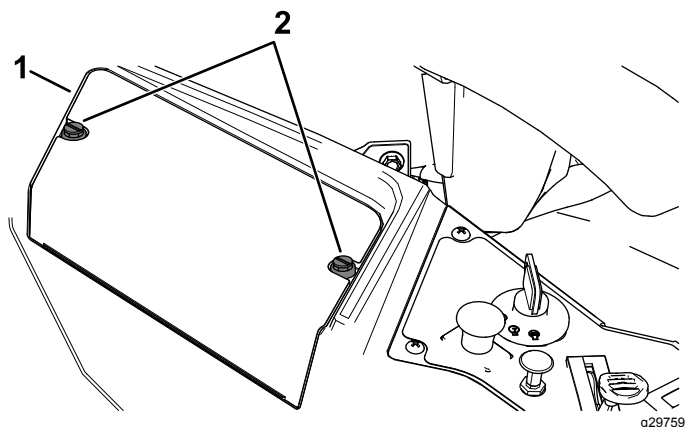

Figura 55
3. Desaperte as duas fixações na cobertura da bateria no sentido contrário ao dos ponteiros do relógio 1/4 de volta e retire a cobertura (Figura 55).
6. Instale a cobertura da bateria empurrando e apertando as duas fixações no sentido dos ponteiros do relógio (Figura 55).